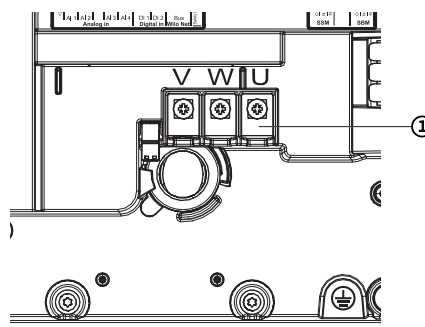

Fig. 115: Motoraansluitklemmen V, W, U
5. Maak de motoraansluitkabel (Fig. 115) los.